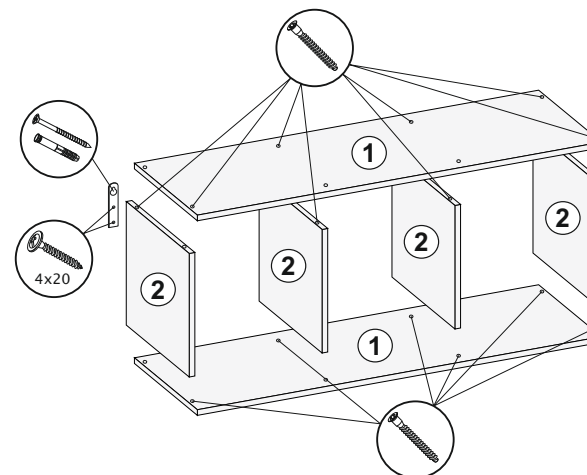

Рис.3
4. Выбрать расположение полок: горизонтальное или вертикальное (рис.3). Перевернуть изделие лицевой частью вниз и прикрутить навесы прямые шурупами 4x20 П/Ш (рис.1,2,3).
6. Соединить изделие межсекционными стяжками с рядом стоящей секцией, предварительно просверлив отверстие $\varnothing 5$ (рис.3).